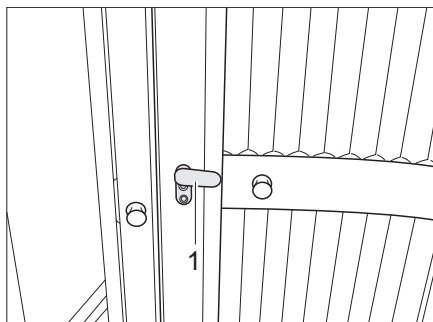

Bild 251 Vario-Toilette, Toiletten-Eingangstür
- Den Riegel (Bild 251,1) an der Toiletten-Eingangstür senkrecht stellen und das Innenteil der Toiletten-Eingangstür ausklappen.
- Das Innenteil zur Toiletten-Eingangstür drehen und zum Schließen den Riegel (Bild 251,1) waagrecht stellen.